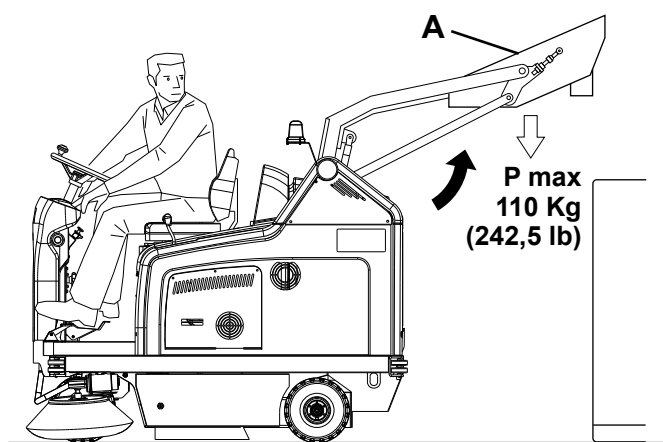

Figure 1
3. Tenir les personnes à distance de la machine, en particulier de l'endroit du conteneur déchets (4).
4. Appuyer en même temps sur l'interrupteur de confirmation (51) et sur l'interrupteur de soulèvement (57), en soulevant le conteneur déchets (A, Fig. 1) à la hauteur désirée.
Le basculement du conteneur déchets (A, Fig. 1) n'est possible qu'après avoir soulevé le conteneur à une hauteur minimum de 270 mm (10.6 in).